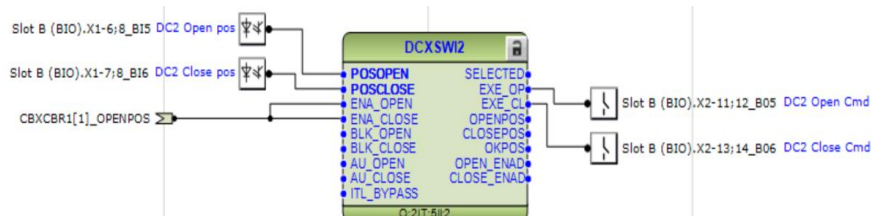

Imagen 96_Conexiones finales del bloque DCXSWI2 con 4 entradas y 2 salidas.
2.2.18 Repetiremos los pasos del del 15 al 21, tomando en cuenta el cambio de nombres y buscar un orden en la selección de los canales, donde debemos de cuidar de no tener el mismo canal en entradas y salidas, donde al final debemos de obtener un bloque como el de la **Imagen 96**: